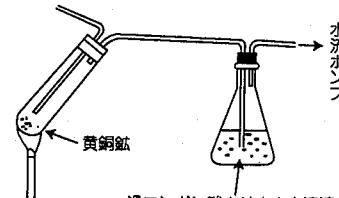

図1. 酸化銅の製法
[実験] (1) 図1のような装置で黄銅鉱の粉末を大さじ1杯